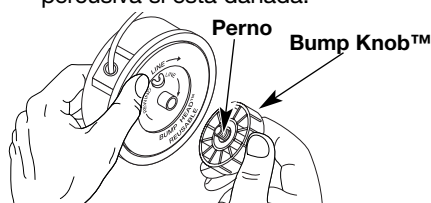

Fig. 12
1. Sostenga la bobina exterior con una mano y desenrosque la Bump Knob™ en sentido antihorario (Fig. 12). Inspeccione el perno de adentro de la
1. Sostenga la bobina exterior con una mano y desenrosque la perilla percusiva en sentido antihorario (Fig. 12). Inspeccione el perno dentro del botón de tope para verificar que se mueva con libertad. Cambie el botón de tope si está dañado.